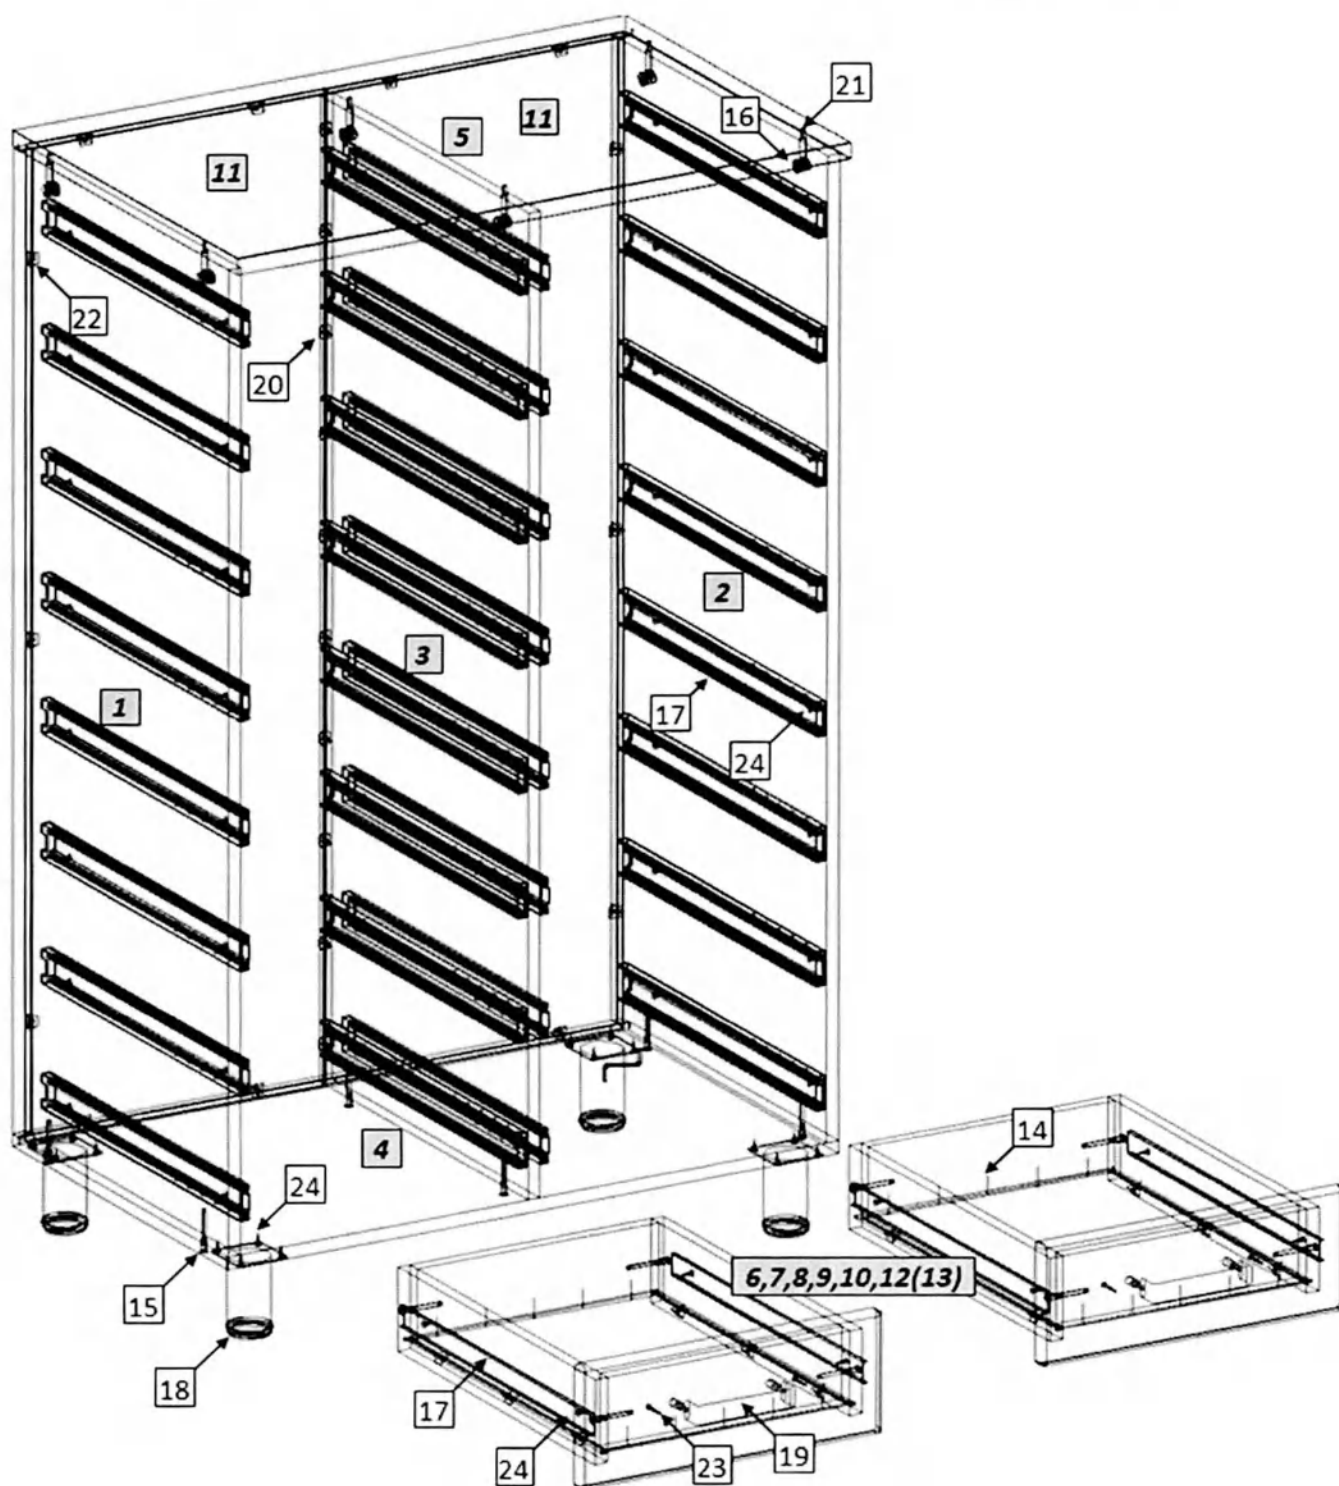

Рис. 1
1. Внимательно ознакомьтесь со схемой сборки, изображённой на рис. 1, сверяясь со спецификацией на изделие. Согласно схеме и спецификации определите расположение деталей в изделии и порядок их сборки. Сборка производится на ровном полу, укрытом материалом, предотвращающим повреждение покрытия пола и деталей мебели. В качестве такого материала возможно использовать упаковочный гофрокартон. Подготовьте необходимые для сборки инструменты – плоскую и крестовую отвёртки, молоток, рулетку или линейку, шуруповёрт.
2. На боковых и средней стенке шкафа (1,2,3) установите цилиндрические части эксцентриковых стяжек (21) в предназначенные для них отверстия. На крышке (5) установите штоки эксцентриковых стяжек (21). На вертикальных стенках (1,2,3) шурупами 4×16 (23) закрепите J-образные части роликовых направляющих (17).
3. Евровинтами (14), как показано на рис.1, соедините вертикальные стенки (1,2,3) с горизонтальными стенками (4,6). При помощи шурупов 4x16 (23) установите на горизонтальной нижней стенке (4) регулируемые опоры (18). Установите крышку (5) и затяните соединение. Затяжка соединения производится путём поворота эксцентриков до упора в направлении стрелки, выштампованной на корпусе стяжки. На видимые головки евровинтов (14) и эксцентриков (21) установите заглушки (15,16).
4. Сборка ящиков. Евровинтами (14) соедините боковые стенки ящика (7) с передней (9) и задней стенками (8). Дно ящика (11) закрепите к передней (9) и задней (8) стенке гвоздями (13). Установите роликами назад J-образные части направляющих (17) и закрепите их шурупами 4×16 (23). Шурупами 3.5×30 (22) закрепите фасад (10) к передней стенке ящика (9). Установите ручку (19). Установите собранный ящик в корпус шкафа.